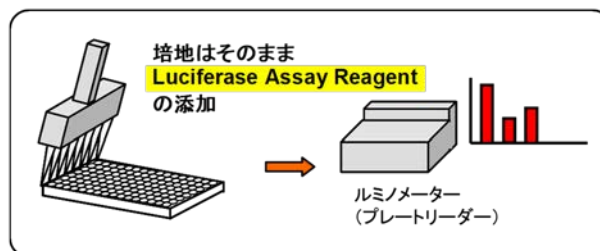

図 3. 96 または 384 ウェルプレートの検出
#### (1) (96 ウェルまたは 384 ウェルプレートで)細胞培養後、そのまま測定を行う場合 (図 3)
- ① Emerald Luc 遺伝子を導入した細胞を培養します。